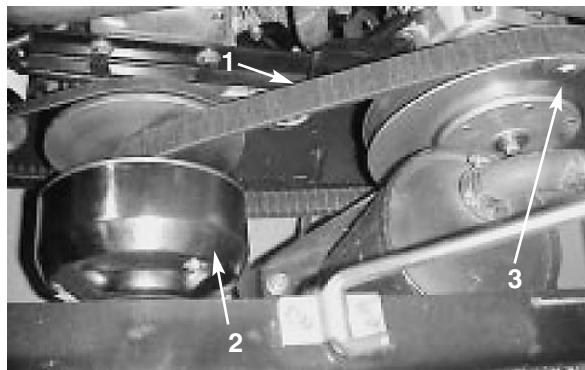

Bild 24
1. Drehen und verlegen Sie den Riemen über die sekundäre Kupplung (Bild 24).
2. Entfernen Sie den Riemen von der Hauptkupplung (Bild 24).